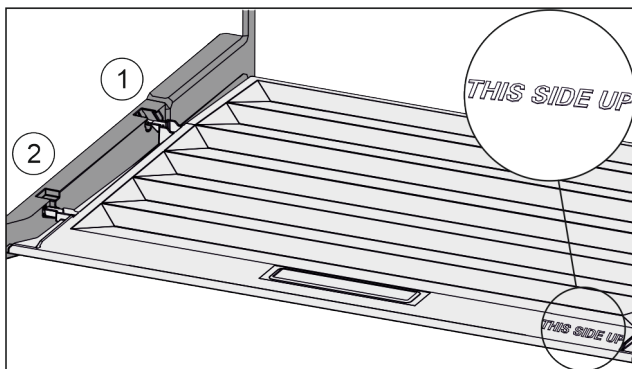

Fig. 37
- ▶ 从后部固定支架 Fig. 37 (1) 开口导入桥形接片并卡入固定支架 Fig. 37 (2) 的前端。